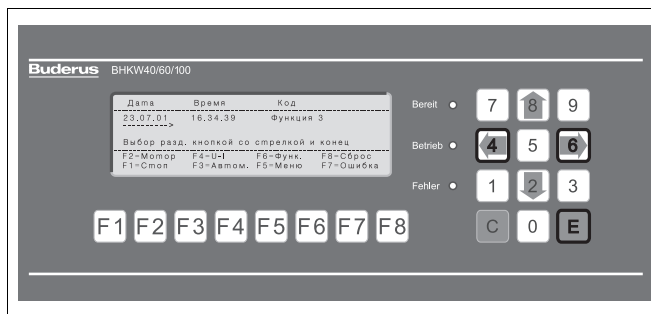

Рис. 26 Подтверждение выбора поля (даты) кнопкой E
Выбрать нужную позицию (например, дату), перемещая пунктирную линию кнопками со стрелками 4 или 6 (рис. 26).
- **Для подтверждения выбора** нажать кнопку E (рис. 26).